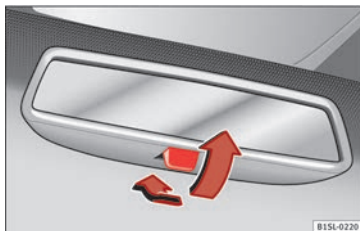

Abb. 116 Manuell abdblendbarer Innenspiegel.
• Zum Abblenden des Rückspiegels, Hebel nach hinten ziehen » Abb. 116.